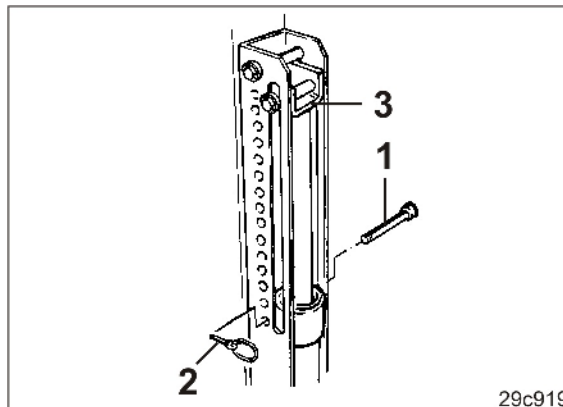

図 157
3. ピン (図 157/1) をストッパー (図 157/3) 下の穴群のボアに差し込み、リンチピン (図 157/2) で固定してください。